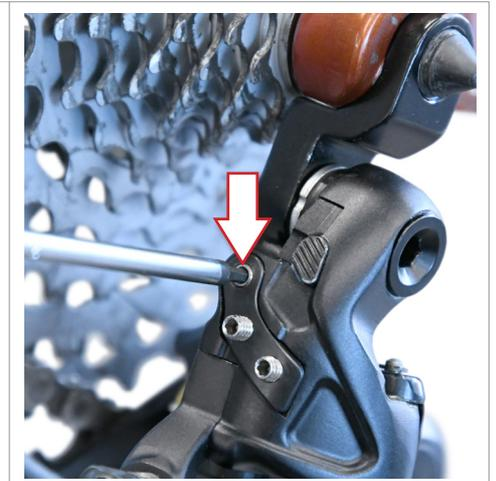

Fig.20
- Agissez sur la vis (Fig. 20) de position du dérailleur arrière.